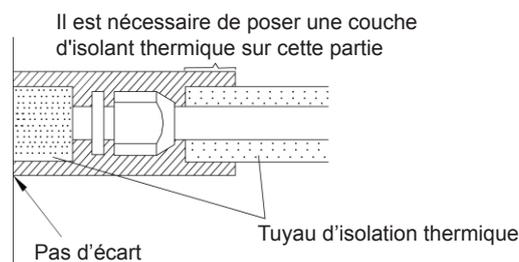

Fig. 4.3.8
- 3) Les raccords sur les unités intérieure et extérieure doivent être enveloppés d'isolant thermique et ne laisser aucun espace entre le tuyau et le mur. Voir Fig. 4.3.8.